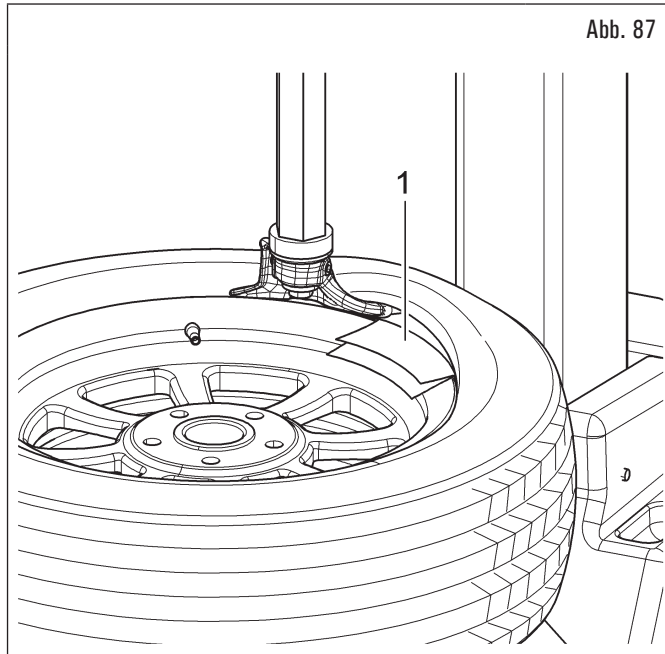
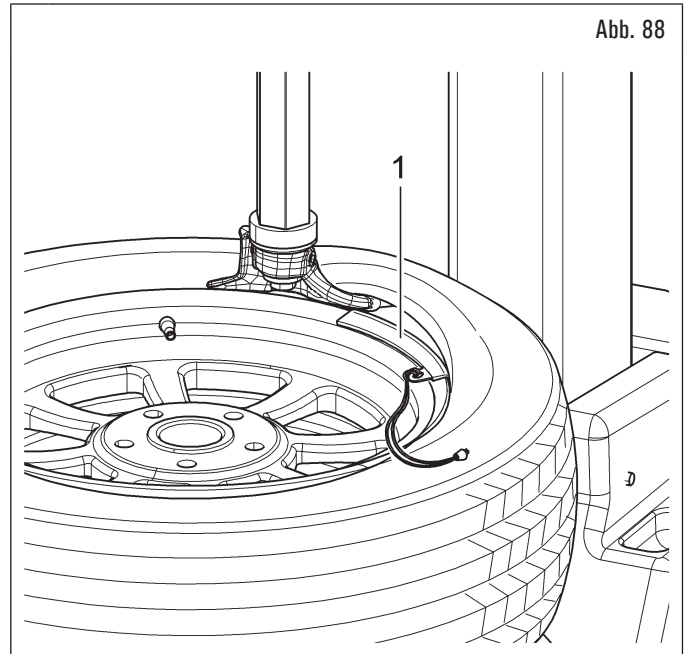

Abb. 87
Abb. 88
10. wenn die Felge aus Leichtmetall besteht, falten Sie eine Wulstschutzfolie hoch und wickeln Sie das Rand der Felge unter den Werkzeugkopf (Abb. 87 Pkt. 1), um eine Beschädigung der Felge durch Kontakt mit dem Hebel zu vermeiden und das Gleiten des Wulstes auf dem Felgenreand begünstigen. Wenn die Felge aus Blech besteht, verwenden Sie den Wulstschutz (Abb. 88 Pkt. 1).